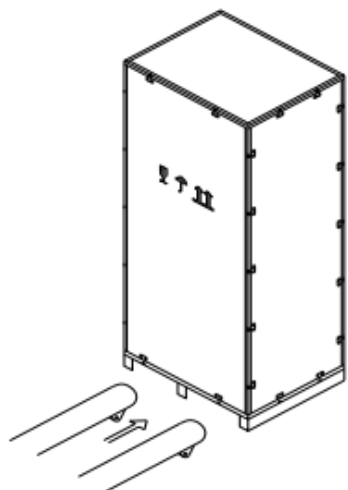

Рис. 2-7 Перемещение к месту установки
2. Переместите ИБП к месту установки, используя погрузочную тележку (см. рис. 2-7).